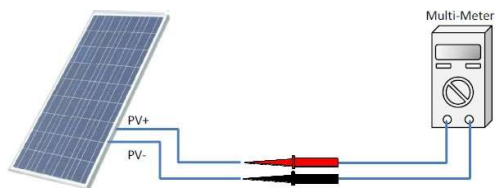

Fig. 4-7 Detección de polaridad del cable de CC
1. Consulte la Fig. 4-7 para confirmar la configuración de la entrada de CC y asegúrese de que la tensión máxima en circuito abierto de cada módulo fotovoltaico sea inferior a 1100 V CC en cualquier condición (teniendo en cuenta el coeficiente de temperatura negativo del panel de la batería, se debe prestar especial atención a la temperatura ambiente más baja. La tensión en circuito abierto del conjunto fotovoltaico es inferior a 1100 V).